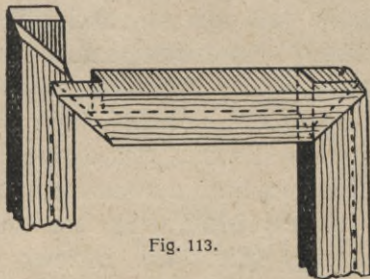

Fig. 113.
3. **Nakładka na ucios** (Fig. 113), jest przycięta na ucios i wchodzi w odpowiedni trójkątny ząb na drugim kawałku. Wiązanie to wygląda lepiej od poprzedniego i używane jest także do ram.